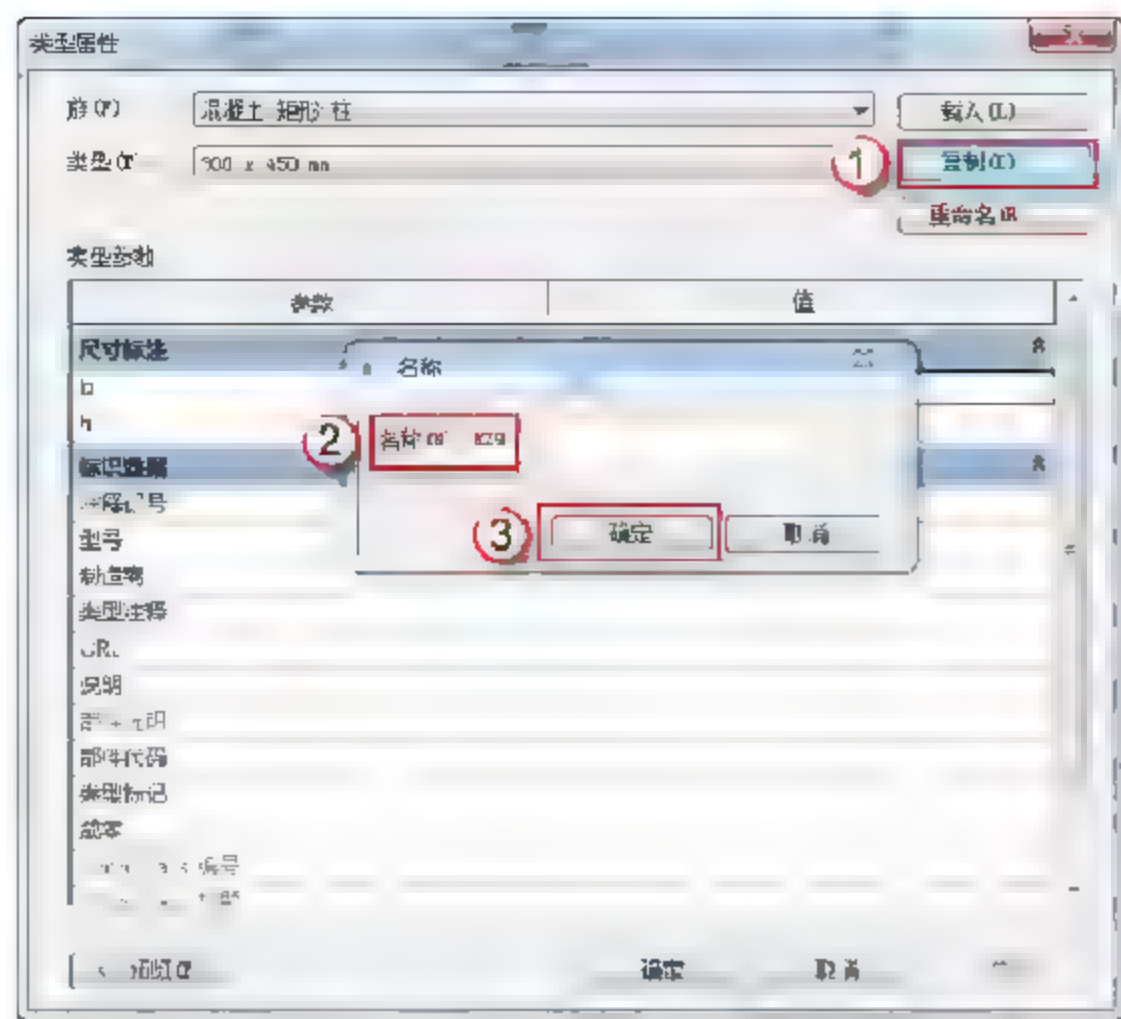

图 3.1.23 输入 KZ9 名称
(13) 建立框架柱 KZ9 信息库。选择“结构”→“柱”→“编辑类型”命令，在弹出的“类型属性”对话框中，单击“复制”按钮，在弹出的对话框中输入 KZ9 字样，单击“确定”按钮。在“尺寸标注”栏中输入 b、h 的尺寸，单击“确定”按钮，如图 3.1.23 和图 3.1.24 所示。
(14) 建立框架柱 KZ10 信息库。选择“结构”→“柱”→“编辑类型”命令，在弹出的“类型属性”对话框中，单击“复制”按钮，在弹出的对话框中输入 KZ10 字样，单击